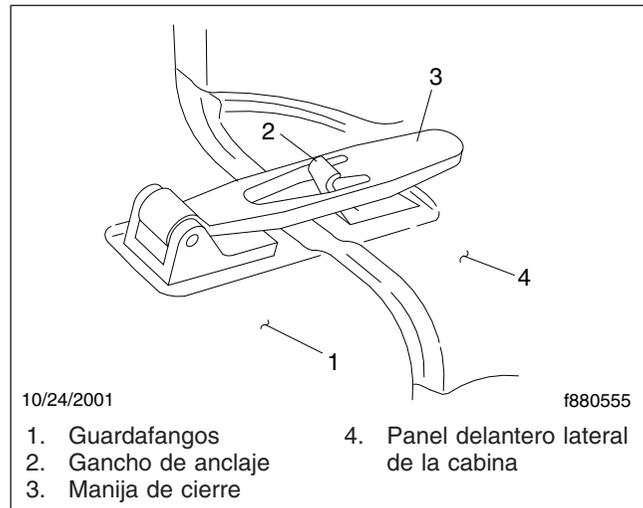

Figura 2.7, Cierre de anclaje del capó
2. Suelte ambos cierres de anclaje del capó tirando hacia fuera de los extremos. Vea la Figura 2.7.